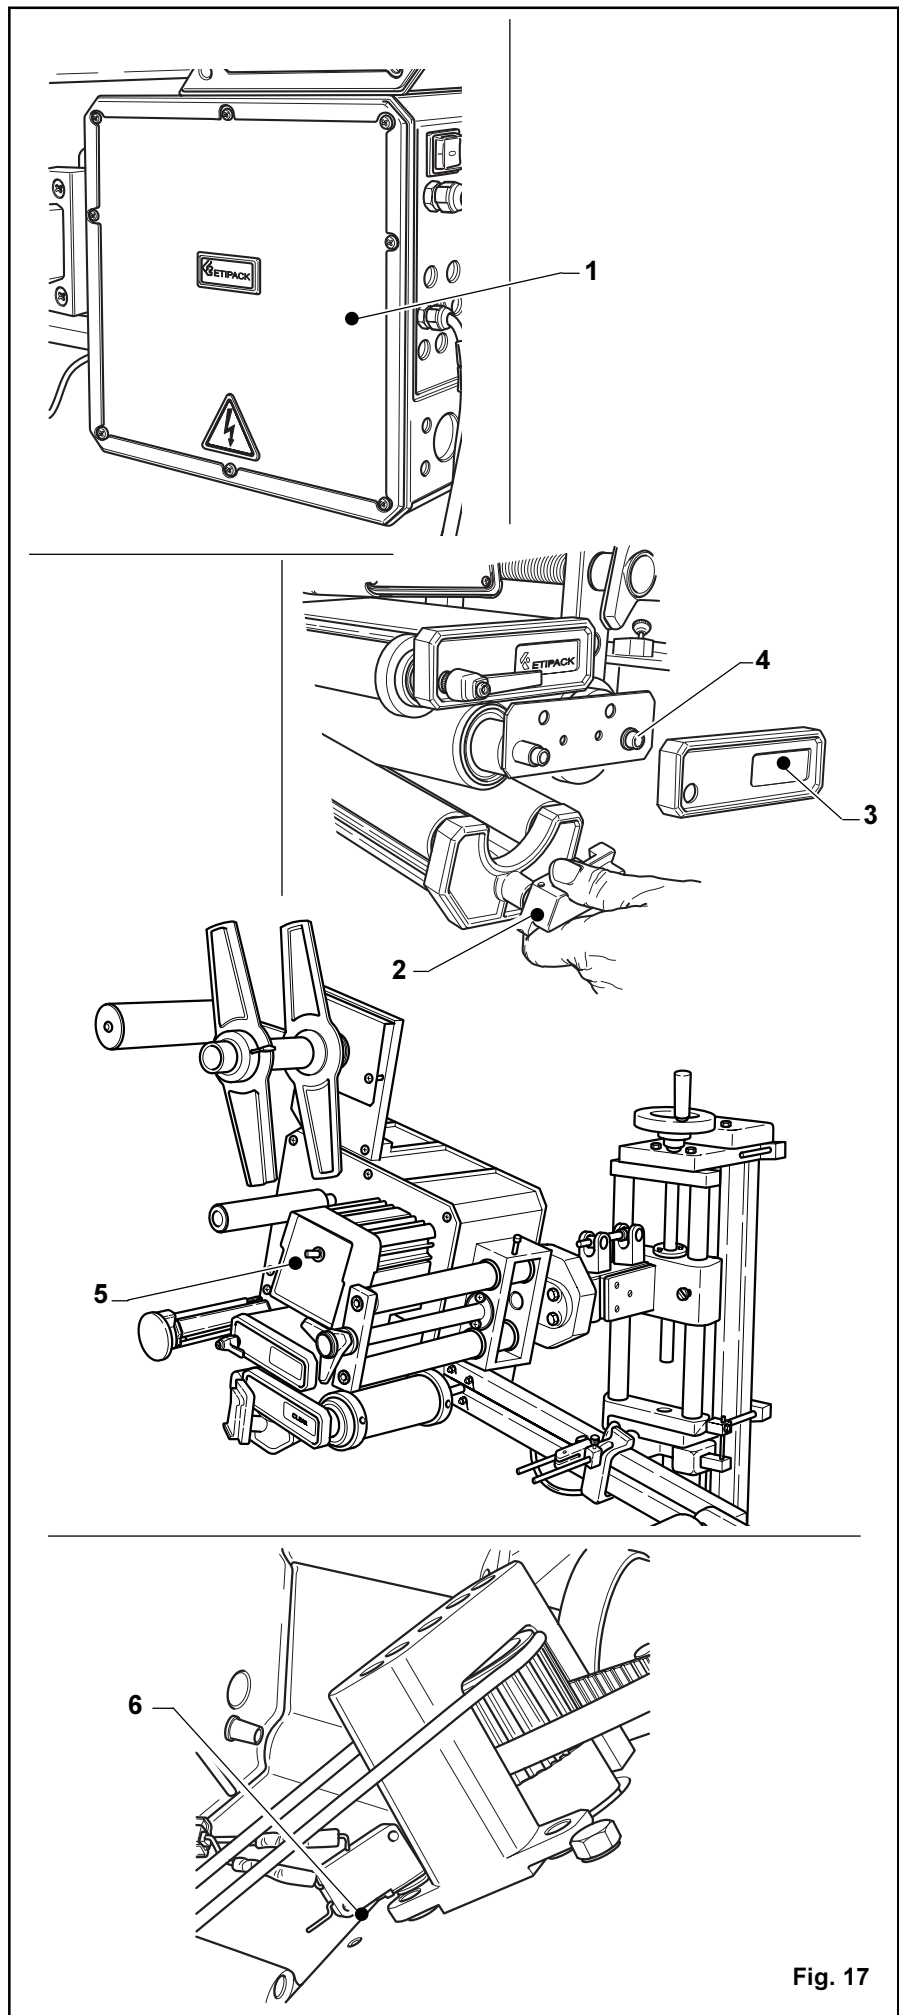

Fig. 17
1.12 REPLACING BELTS (Fig.17 -18)
- Unscrew the relative screws to remove the rear safety guard (1).
- Open the drawing unit by turning the appropriate lever (2).
- Push from behind with a tool to take out the small plastic safety screen (3).
- Unscrew and take out the drive roller screw (4).
- Loosen the screws on the front safety guard (5) and remove it along with the rollers, the motor and the drawing unit, unplugging the microswitch leads (6) and pulling out the motor and keypad cables.
1.12 REMPLACEMENT DES COUR-ROIES (FIG. 17 -18)
- Enlever le carter (1) arrière en dévissant les vis relatives.
- Ouvrir le système d'entraînement en utilisant la manette prévue à cet effet (2).
- Retirer le petit carter (3) en matière plastique en utilisant un outil adéquat (pousser sur l'arrière).
- Dévisser et retirer la vis (4) du rouleau de renvoi.
- Dévisser les vis du carter avant (5) et l'enlever avec les rouleaux, le moteur et le groupe d'entraînement, tout en détachant les câbles du micro-interrupteur (6) et en retirant les câbles du moteur et du clavier.
(Abb. 17 -18)